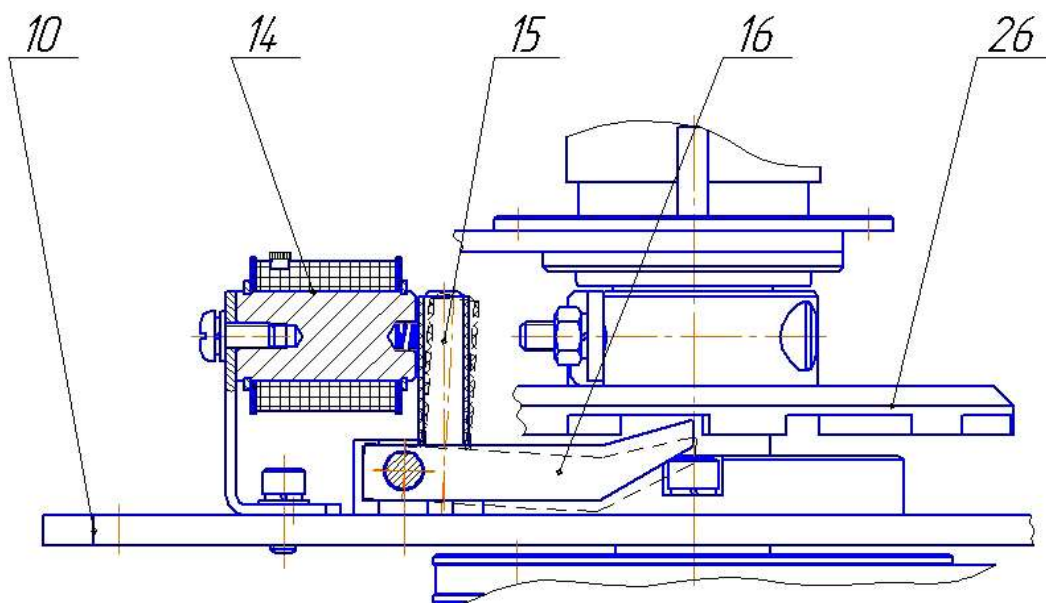

Рис.4
Механізм блокування (див. рис. 4) складається з двох фланцевих електромагнітів (14), встановлених на основі (10). Якорі магнітів (15) жорстко з'єднані з важелями (16), які взаємодіють з зубцями на нижній поверхні барабана (26). Якщо електромагніти відключені, важелі опущені і не перешкоджають обертанню трипода. При включенні електромагніта якорі притягуються до фланця електромагніту, піднімаючи протилежний кінець важеля і блокуючи, тим самим, обертання барабана (а отже і трипода) в відповідну сторону.